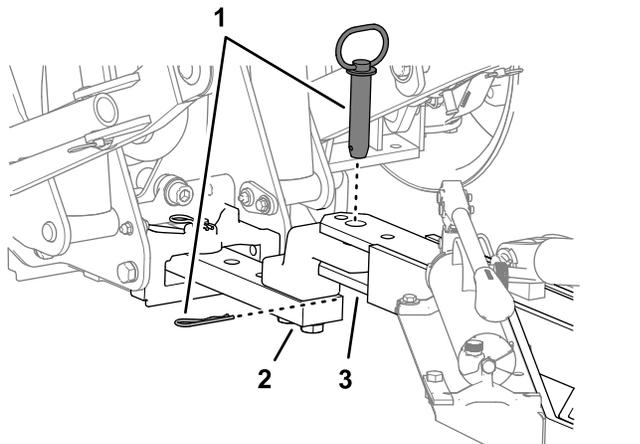

图13
7. 将打孔机的牵引杆与主机的牵引杆对齐用车辆的挂钩五金件固定打孔机 图13。